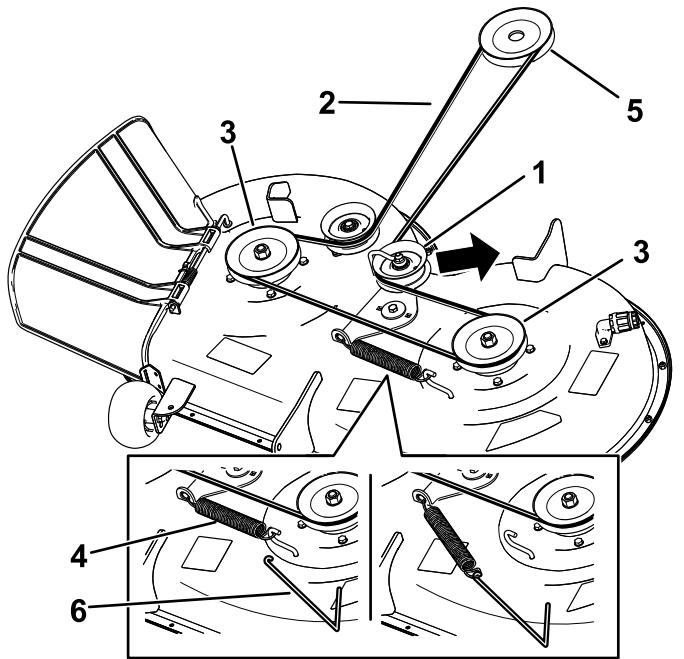

Figura 54
- ## 1. Copertura 2. Vite (3)
6. Servendovi di un attrezzo per la rimozione delle molle (n. cat. Toro 92-5771), sganciate la molla di rinvio dal gancio del piatto di taglio per eliminare la tensione dalla puleggia tendicinghia e togliete la cinghia dalle pulegge (Figura 54).
7. Montate la nuova cinghia attorno alla puleggia del motore e a quelle del tosaerba (Figura 54).
8. Servendovi di un attrezzo per la rimozione delle molle (n. cat. Toro 92-5771), agganciate la molla del tendicinghia al gancio del piatto di taglio e mettete in tensione la puleggia tendicinghia e la cinghia del tosaerba (Figura 54).